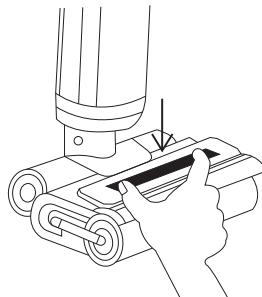

Рис. 5
- Соберите резервуар для грязной воды (Рис. 4) и установите его в основной блок до щелчка (Рис. 5).
- Установите крышку электрической турбощетки на место до щелчка (Рис. 5).